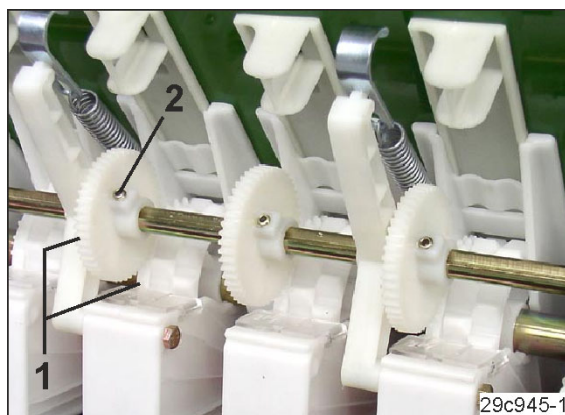

Fig. 244
6. Sørg for at tennene (Fig. 244/1) på det inngående drevet griper inn i de fine kjøresporsåhjulene.
7. Trekk til unbrakoskruene (Fig. 244/1) til drivtannhjulene i utsparingen til kraftoverføringsakselen spenningsfritt.